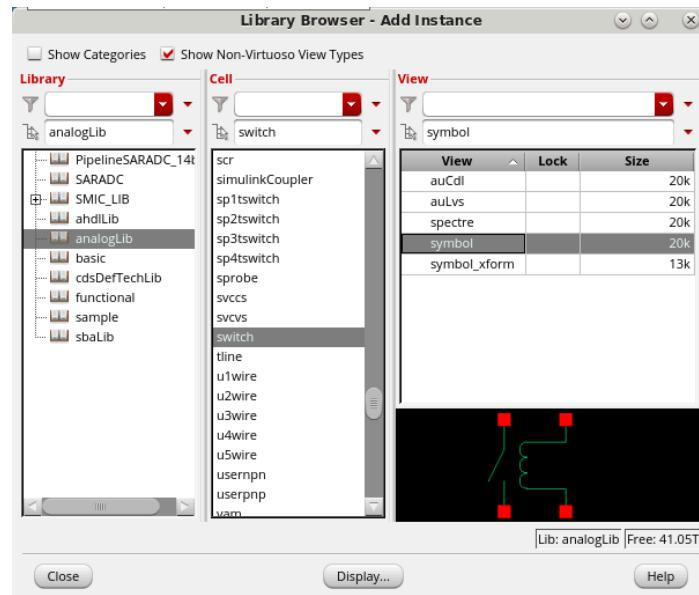

图 11 选择 sample_switch 单元
- 在弹出的如图 11 所示的对话框中，选择 Library 列中的 analogLib，Cell 列中的 switch，View 列中的 symbol。点击键盘上的 Enter 键。